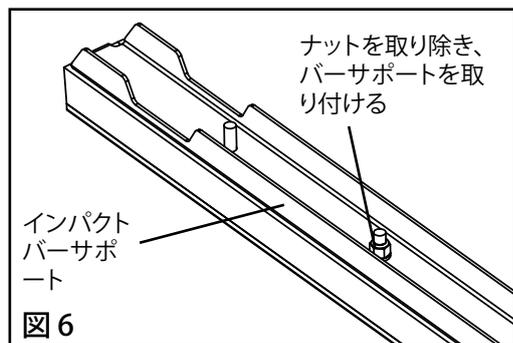

図6
6. サポートバー (付いている場合)を取り外します。サポートを固定しているナットを外し、新しいバーに取り付けます(図6)。